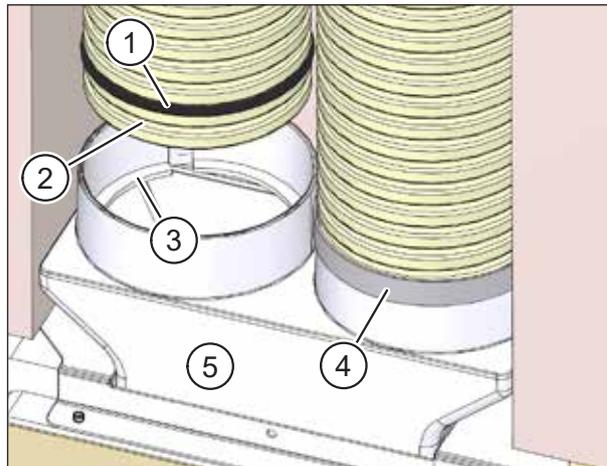

Abb. 29: Flexrohrverbindung mit Dichtband fixieren
- ▶ Setzen Sie Dichtringe (Pos. 1 in Abb. 29) in die zweite Rille am Flexrohr ein. Diese sind als Zubehör M-WRG-FR-DR75 (Art.-Nr. 5056-41/75) oder M-WRG-FR-DR63 (Art.-Nr. 5056-41/63) für die entsprechenden Durchmesser erhältlich.
- ▶ Setzen Sie die Flexrohre in die Öffnungen des Flexrohranschlusses ein. Stellen Sie sicher, dass die erste Rille am Flexrohr (Pos. 2 in Abb. 29) im Rastring (Pos. 3 in Abb. 29) des Flexrohranschlusses einrastet.
- ▶ Empfehlung: Dichten Sie die Verbindungsstelle mit einer Lage Dichtband von 30 mm Breite ab (Pos. 4 in Abb. 29).
- ▶ Setzen Sie den Flexrohranschluss (Pos. 5 in Abb. 29) in die Öffnung am Mauerkasten ein.